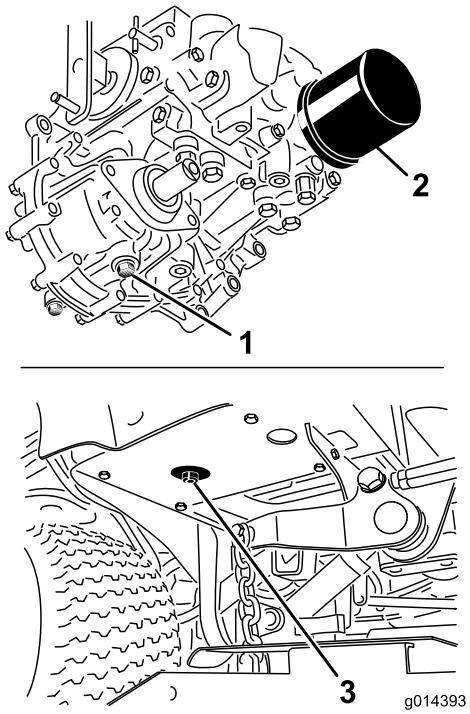

Рисунок 63
- Поместите под гидравлический бак и корпус трансмиссии большой поддон и удалите пробки; слейте всю гидравлическую жидкость (Рисунок 63).
4. Очистите область вокруг фильтра гидравлического масла и снимите фильтр (Рисунок 63).